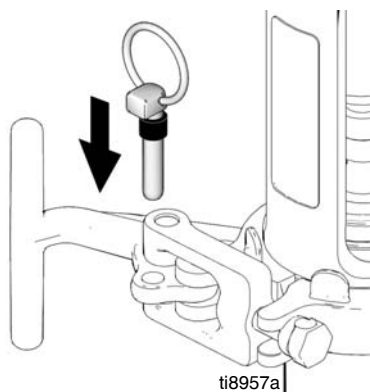

Рис. 23
4. (Рис. 23) Установите штифт.